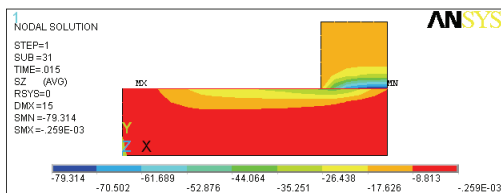

图 4-96 滑块内部 Z 方向应力场等值线图
4) 选择 Main Menu | General Postproc | Plot Results | Contour Plot | Nodal Solu 命令, 出现 Contour Nodal Solution Data 对话框, 在 Item to be contoured 列表框中选择 Nodal Solution | Stress | Z-Component of stress, 单击 OK 按钮, ANSYS 窗口将显示如图 4-96 所示的滑块内部 Z 方向应力场等值线图。